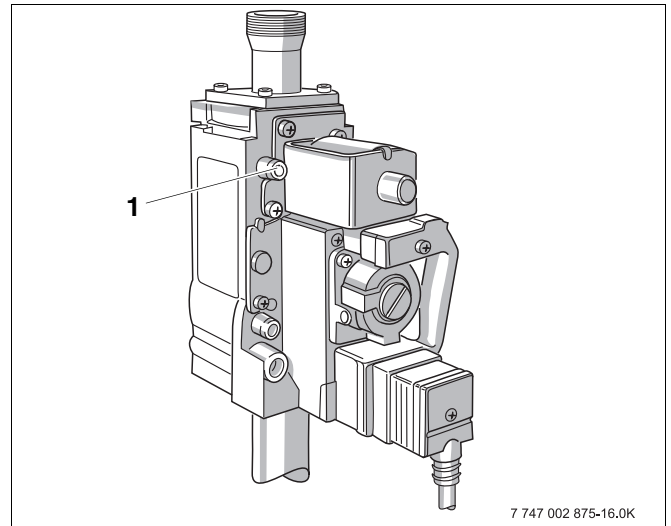

Рис. 28 Выпуск воздуха из подводящего газопровода
- Отверните на два оборота запорный винт (Рис. 28, **поз. 1**) контрольного ниппеля, предназначенный для измерения подаваемого давления и выпуска воздуха, и наденьте шланг.